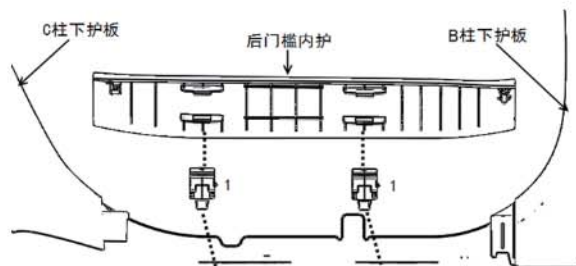

图1-58 后门槛内护板拆卸图
沿图 1-58 中箭头 1 方向往外撬出前部底边，用双手往外掰。
(4) 把塑料卡扣紧固点（2 个）从钣金分离后，沿图图 1-58 中箭头 2 方向往上拿出 A 柱上护板。